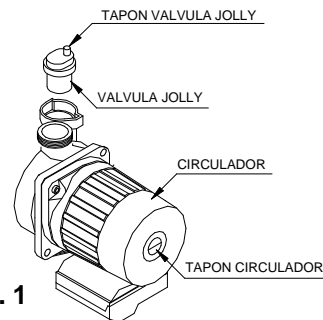
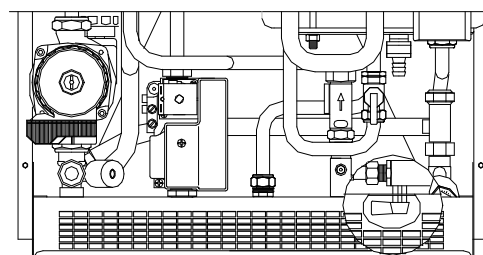

Fig. 1
Fig. 2
- Aflojar el tapón del circulador para eliminar las burbujas de aire (véase fig. 1 pág. 12); también es oportuno eliminar el aire de todos los radiadores.
- Llevar el botón del interruptor 1 a la posición INVIERNO ❄ (véase fig. 1 pág. 11), algunos segundos después se pondrá en marcha el circulador.
- Controlar la presión del equipo; si la misma hubiese disminuido, abrir nuevamente el grifo de llenado hasta que se encienda la luz testigo 16 (presión 1.5 bar en el manómetro) (fig. 2 pag. 11). Una vez efectuada esta operación cerrar el grifo R.
- Llevar el botón del interruptor 1 a uno de los dos símbolos ☀ verano - ❄ invierno. (véase fig. 1).
- Comprobar que se haya encendido la luz testigo de funcionamiento 6 (fig. 2). El sistema de encendido automático encenderá el quemador. Puede ser necesario repetir varias veces la operación para eliminar el aire de las tuberías de gas. Para repetir la operación de encendido oprimir el pulsador 2 (fig. 1) y luego repetir dichas operaciones.
- Llevar el botón 1 a la posición "OFF" (fig. 1), aplicar un manómetro en la toma de presión 4 (fig. 4, pag. 14), encender la caldera y controlar los valores de presión máxima y mínima de calibrado del modulador en base a los valores de referencia indicados en la placa gas (fig. 1 pág. 1). Para controlar la presión máxima de modulación, abrir un grifo del agua caliente sanitaria y controlar si la presión máxima es igual a la de la placa; para controlar la mínima, separar un hilo de la bobina del modulador y controlar en el manómetro si la presión mínima es igual a la de la placa. Si la presión máxima no corresponde a la de la placa, efectuar nuevamente la regulación en el modulador.